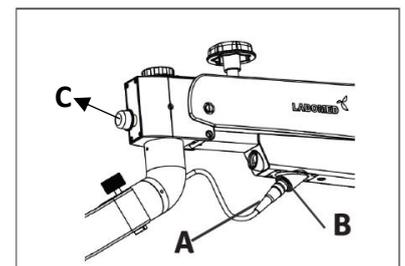

Abb. 42a
2. Stellen Sie den Potentiometerknopf C (Abb. 42a) auf den mittleren Bereich .
3. Verbinden Sie den 4-poligen Stecker A mit B, um das LED-System des Mikroskop. Siehe Abb. 42a.